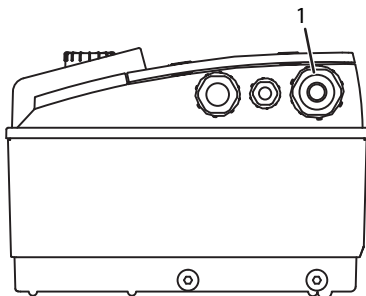

Fig. 22: prensaestopas M25
- Se ha de guiar el cable de alimentación eléctrica a través del prensaestopas M25 (fig. 22, pos. 1).